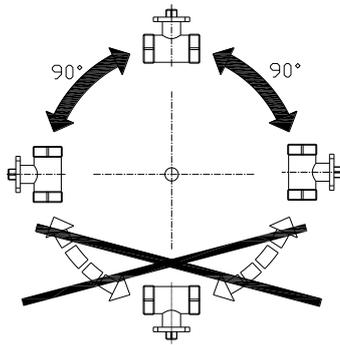

图 1
1. 阀体安装方向如图 1，可水平安装也可垂直安装，但不得倒置安装，如阀杆顶点方向朝下。